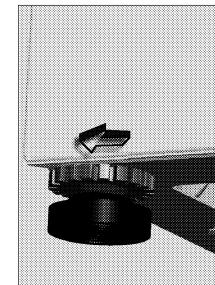

FIG. 4
- Effectuez le réglage en tournant les pieds vers le haut ou vers le bas (fig.4).